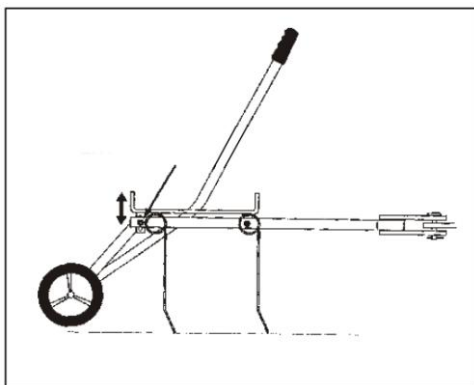

Figur 9
11. Monter et stort vinkelfeste på hjulakselen med to bolter (M8x25), låseskiver (M8) og muttere (M8). Dra ikke til helt enn. For inn løfthåndtaket i festplaten. Fest den i vinkelfestet med bolt (M8x20) og mutter (M8), se figur 9. Dra til helt.
12. Justere vinkelfestet slik at det drar løfthåndtaket til siden da det er plassert i innstilling "opp", se figur 9. Dra til helt. Monter siden grepet på løfthåndtaket.